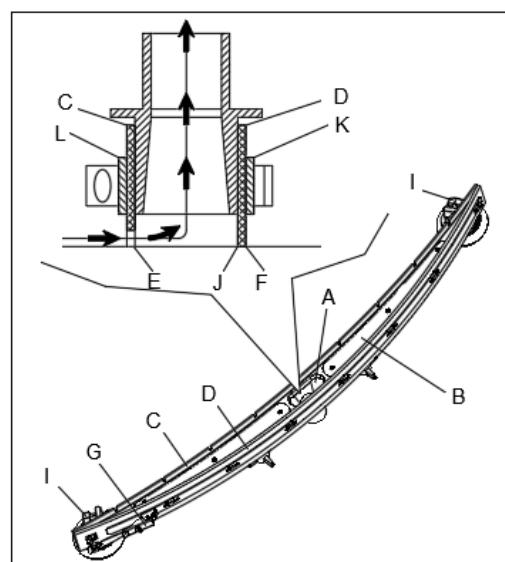

Рис. 18
- Убедитесь, что края (E, рис. 18) переднего лезвия (C) и края (F) заднего лезвия (D) находятся на одном уровне по всей длине; при необходимости отрегулируйте высоту в соответствии со следующей процедурой:
- Ослабьте хомут (G), отсоедините держатели (M) и отрегулируйте заднее лезвие (D), затем зафиксируйте держатели (M) и установите хомут (G).
- Ослабьте ручки (I) и отрегулируйте переднее лезвие (C), затем затяните ручки.
- Проверьте переднее лезвие (C) и заднее лезвие (D) на отсутствие износов, порезов и разрывов; при необходимости замените их в соответствии со следующей процедурой. Убедитесь, что передний край (J) заднего лезвия
- Ослабьте хомут (G), отсоедините держатели (M) и снимите сдерживающую планку (K), затем замените заднее лезвие (D). Соберите скребок в обратном порядке.
- Открутите ручки (I) и снимите фиксирующую планку (L), затем замените переднее лезвие (C). Соберите скребок в обратном порядке. После замены лезвия (или переворачивания), отрегулируйте высоту, как показано в предыдущем шаге.
- 4. Подсоедините вакуумный шланг (A, рис. 18) к всасывающему скребку.
- 5. Установите скребок (B) и закрутите ручки (C).